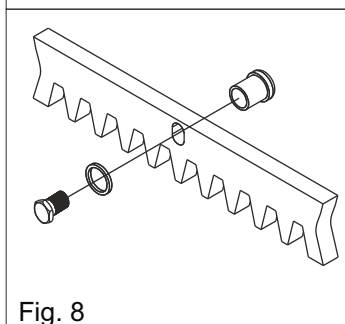

Fig. 8
- 5.2.** Fijar los trinquetes de soporte a cada elemento de la cremallera mediante los relativos tornillos de bloqueo, cuidando de colocarlos en la parte superior del agujero (Fig.8)